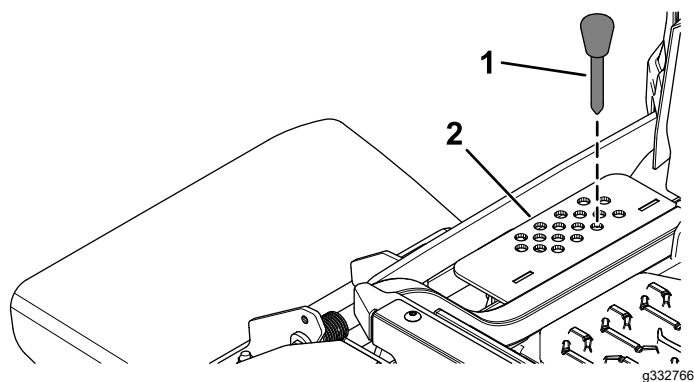

Figura 31
2. Selectai un orificiu din consola pentru înălțimea de tăiere care corespunde înălțimii de tăiere dorite i introduceți tiftul (Figura 31).